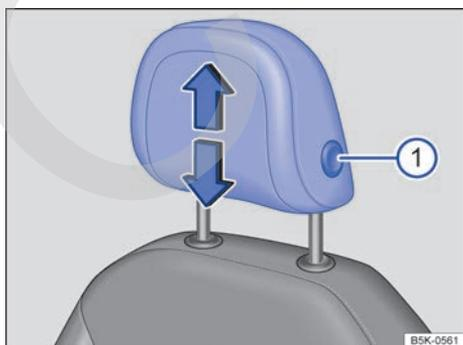

Fig. 64 Apoyacabezas delantero: ajustar.
- Mover el apoyacabezas hacia arriba o hacia abajo, en el sentido de la flecha, presionando el botón → fig. 64 ⓘ. → ⚠ en *Introducción al tema* de la pág. 79